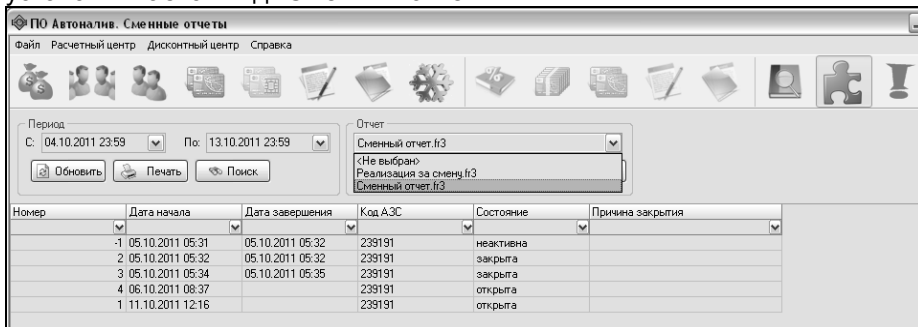

Рисунок 14
4.2 На вкладке "ПО Автоналив. Сменные отчеты" (рисунок 14) производится работа с отчетами по данным, получаемым с помощью уровнемеров. Отчеты формируются по сменам за определенный период, начало и конец которого вводится в поле "Период", в поле "Отчет" устанавливается вид "Сменный отчет".